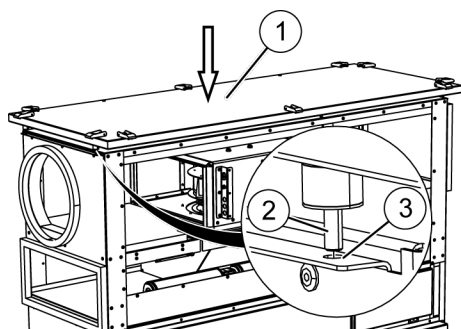

Abb. 34: Obere Verkleidung
- 22.** Zu zweit die obere Verkleidung (Abb. 34/1) aufsetzen. Dabei die Gewindebolzen (Abb. 34/2) in die Bohrungen (Abb. 34/3) stecken.
- 23.** Obere Verkleidung an den 4 Gewindebolzen (Abb. 34/2) verschrauben.